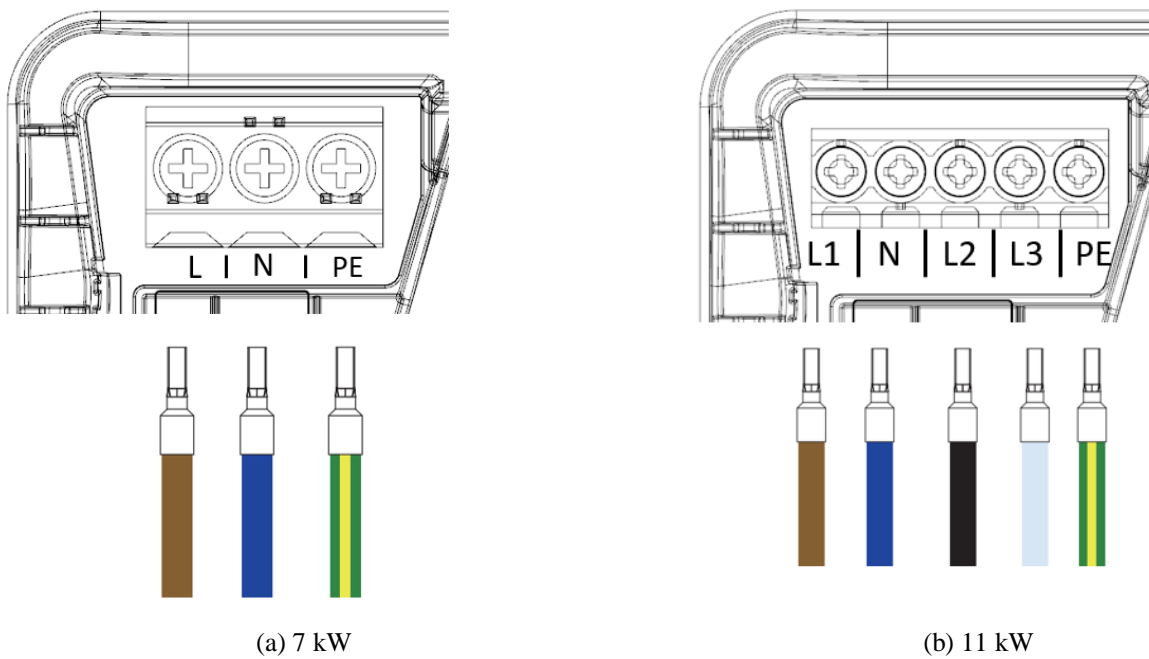

Fig. 13 Spelafili
4. Se il cavo ha conduttori flessibili, si consiglia di utilizzare le ghiera sui fili a trefoli. Utilizzare gli strumenti corretti per premerli. La modalità di connessione di 7 kW e 11 kW è mostrata nella Fig. 13.